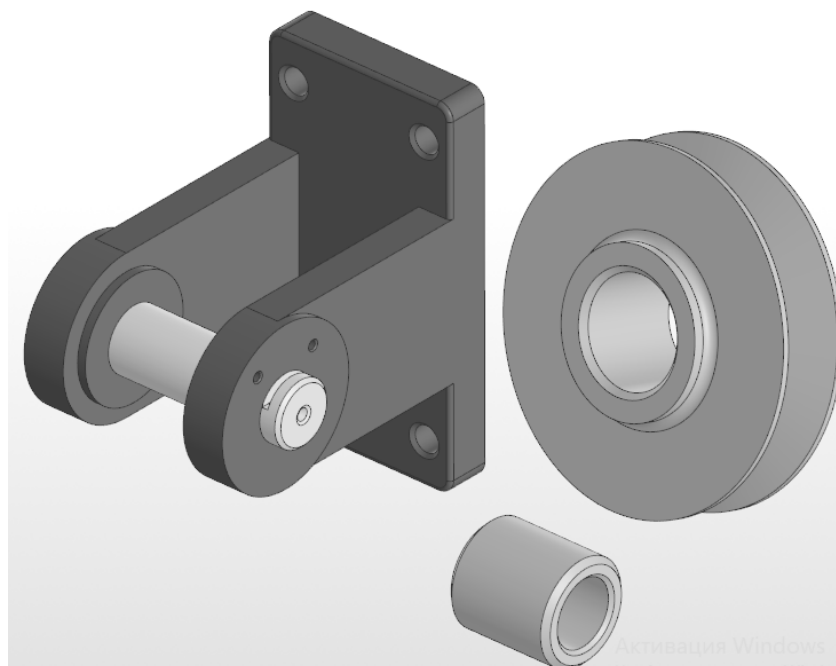

Рис. 5.7. Добавление последующих деталей в сборку
- Добавьте в сборку детали «Ролик» и «Втулка». Разместите их в произвольном месте рабочего поля, недалеко от детали «Вилка» (рис. 5.7).